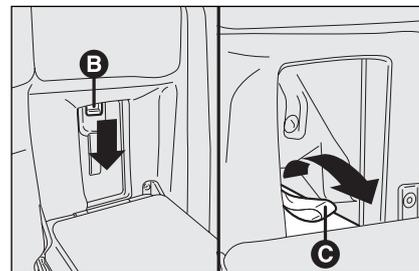

fig. 117
- premere sulla maniglia **B**-fig. 117 ed abbassare lo sportello. Per chiudere lo sportello tirare la linguetta **C**.